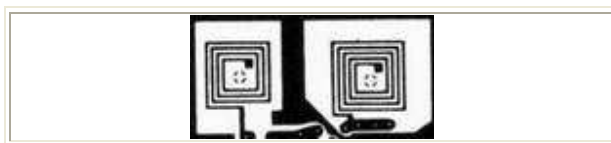

Figura 2.16. Inductancias en circuito impreso
*Por último, se pueden mencionar las bobinas grabadas sobre el cobre en un circuito impreso. Tienen la ventaja de su mínimo coste pero son difícilmente ajustables mediante núcleo, figura 2.16.*